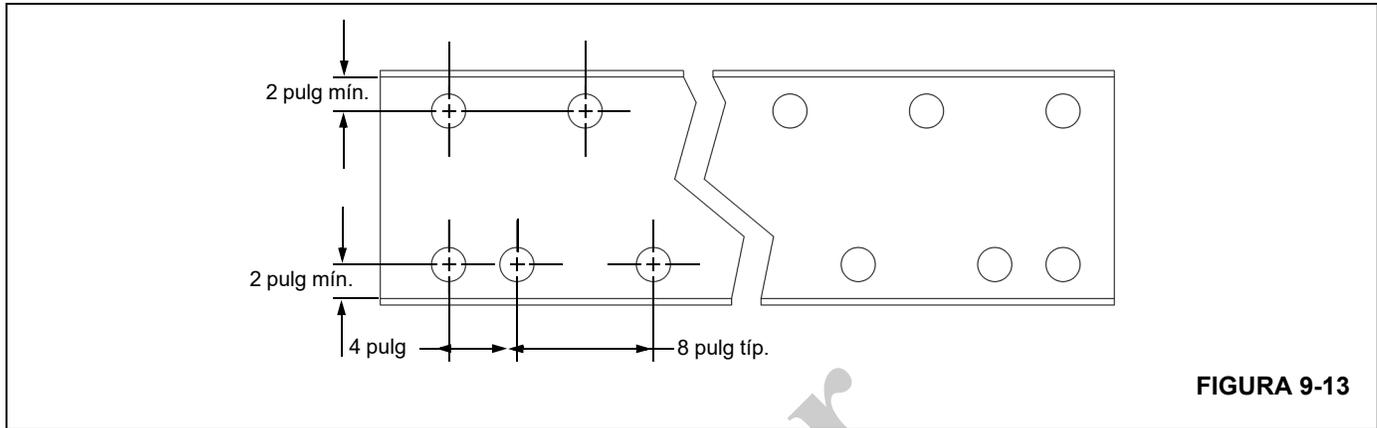
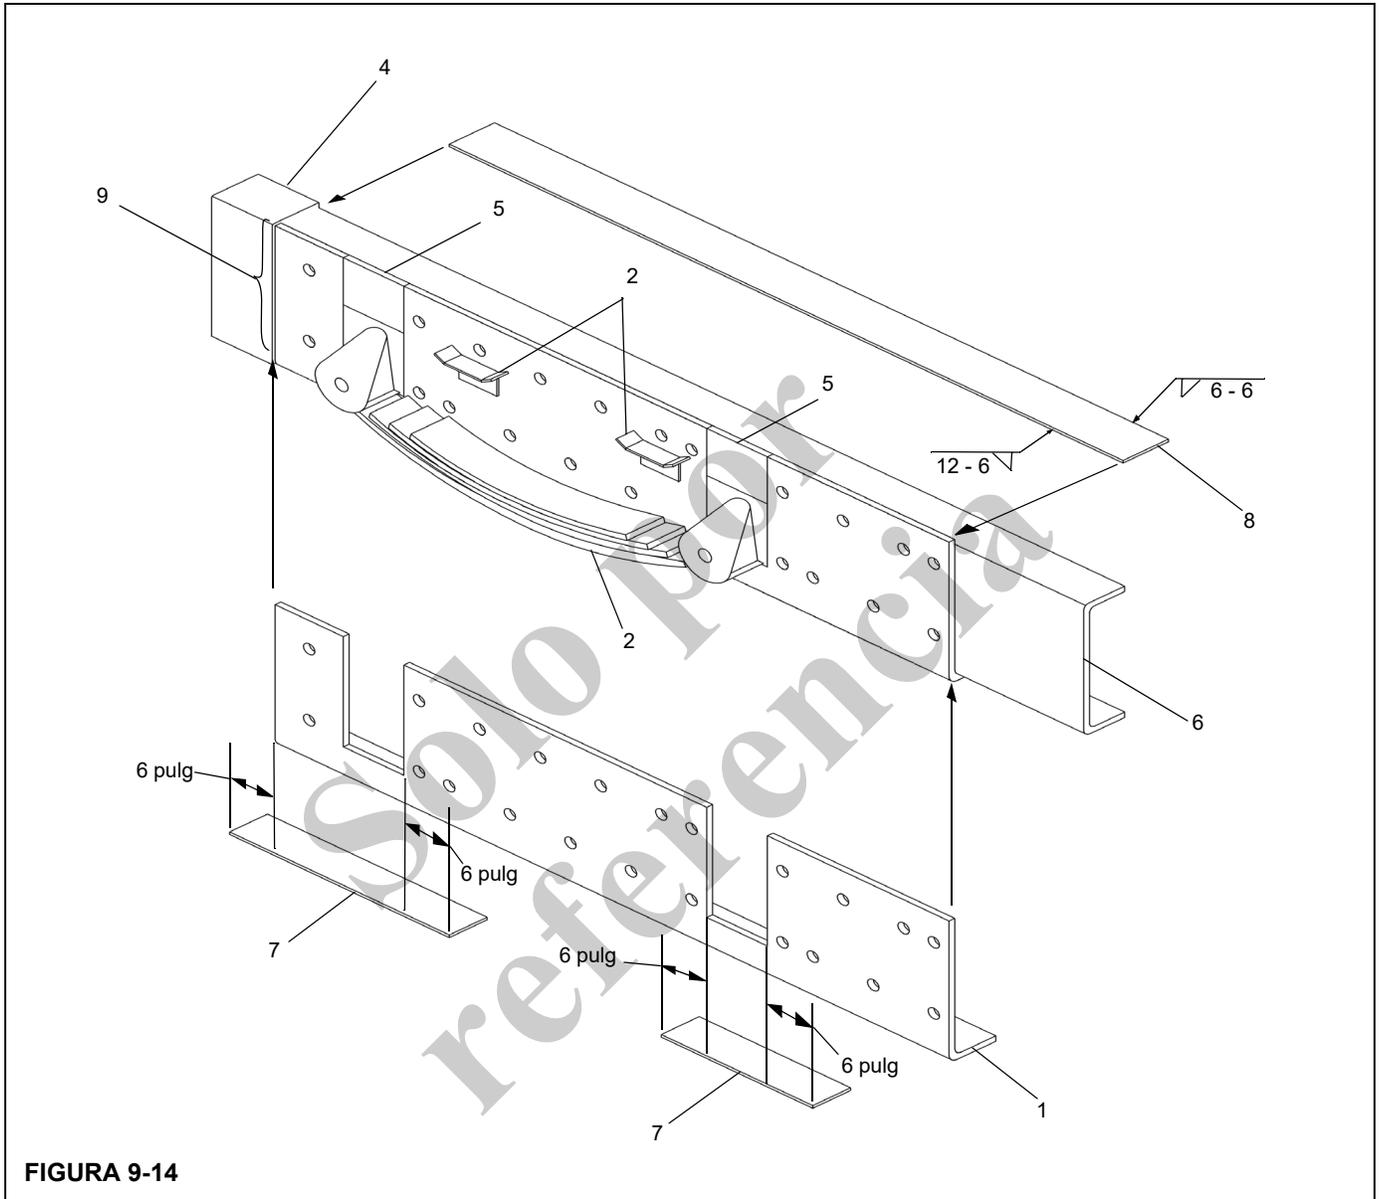

FIGURA 9-13
FIGURA 9-14
Vea la Figura 9-13 para las dimensiones y posiciones recomendadas de taladrado y empernado. Utilice pernos grado 8 de 5/8 pulg, taladre agujeros de 39/64 pulg (15.5 mm) de diámetro, instale los pernos y apriételos según la Tabla de valores de apriete dada en la Sección 1. Tenga presente que todas las dimensiones son en pulg (mm).
7. Si el chasis hasta la suspensión trasera no satisface las especificaciones mínimas de RBM y módulo de sección, se lo puede reforzar con un ángulo de refuerzo, como se muestra en la Figura 9-14.
Empalme el ángulo de refuerzo (1, Figura 9-14) contra el refuerzo delantero (4) de la suspensión. Marque las zonas que requieren corte (5) de manera que el ángulo se deslice alrededor de los colgadores de resorte (3) y contra el chasis del camión existente (6) y el refuerzo delantero (4).
Utilice un soplete para recortar las zonas marcadas de la pata larga del ángulo a una profundidad suficiente para que el ángulo pueda deslizarse hacia arriba desde la parte inferior del chasis para tocar ya sea el chasis del camión existente (6, Figura 9-14) o las escuadras de los colgadores de resorte (3) (si estos sobresalen por debajo del chasis del camión existente).
8. Si el ángulo de refuerzo (1, Figura 9-14) se va a soldar al chasis del camión, recorte el patrón de agujeros de soldadura de botón de la forma ilustrada en la Figura 9-12.
Deslice el ángulo de refuerzo (1, Figura 9-14) hacia arriba desde la parte inferior hasta que tope contra el refuerzo delantero existente (4) y suelde (9) el refuerzo trasero de la suspensión al refuerzo delantero.
Coloque la barra (8) sobre el chasis del camión (6) y suelde de modo alternado, como se indica en la Figura 9-14.
9. Si el ángulo de refuerzo (1, Figura 9-14) va a empernarse, taladre el patrón de agujeros e instale pernos según se muestra en la Figura 9-13.
Refuere las zonas recortadas de los colgadores de resorte (5, Figura 9-14) y la zona soldada del refuerzo de la suspensión al refuerzo delantero, añadiendo barras (7) y (8).
3. Asegure dos barras de anclaje (2, Figura 9-13) a las placas de montaje superiores laterales derecha e izquierda (1), Vista A.
Asegure una barra de anclaje (2, Figura 9-13) a las placas de montaje superiores centrales derecha e izquierda (1a), Vista B.